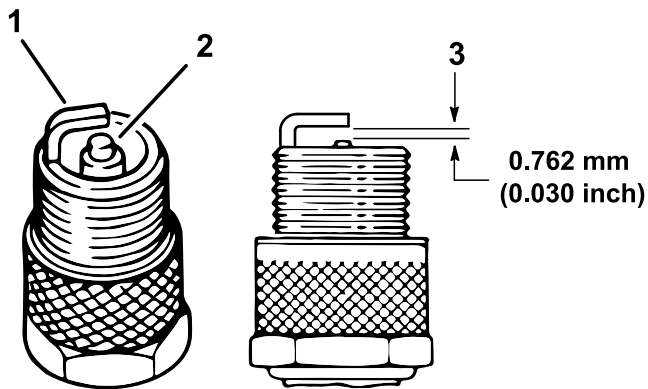

Figura 43
4. Verifique o estado dos eléctrodos lateral e central, bem como do isolante do eléctrodo central, certificando-se de que não se encontram danificados (Figura 43).
5. Ajuste a folga existente entre a zona central e lateral do eléctrodo para 0,76 mm, como se mostra na Figura 43.